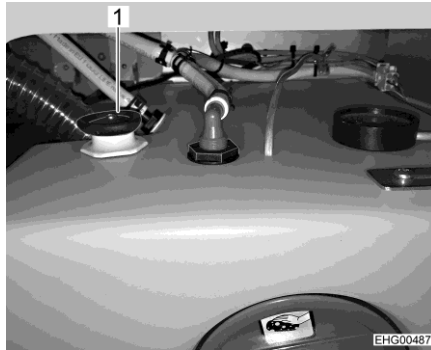

Bild 44 Wassertank mit Drehgriff
- Auf dem Wassertank den Drehgriff (Bild 44,1) entgegen dem Uhrzeigersinn über den Widerstand hinaus bis zum Anschlag drehen, um die Ablauföffnung vollständig zu öffnen.